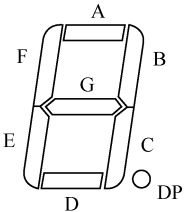

图 6-48 数码管的典型结构
LED 数码管的典型结构如图 6-48 所示。数码管内部一般由七个显示段和一个小数点构成。七个显示段分别用字母 A、B、C、D、E、F、G 表示，小数点用 DP 表示。
1) 内部连接	<p>共阳极和共阴极数码管的内部连接如图 6-49 所示。图中，DP 为小数点，各个字母对应的显示字段与图 6-48 相对应。</p> <div><div><div>A B C D E F G DP</div><div></div><div>公共阳极</div><div>(a) 共阳极连接</div></div><div><div>A B C D E F G DP</div><div></div><div>公共阴极</div><div>(b) 共阴极连接</div></div></div> <p>图 6-49 常用数码管的内部连接</p>